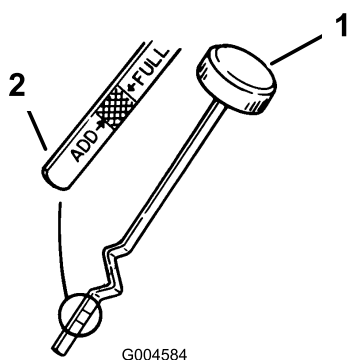

Figura 21
9. Svitare l'asta di livello dell'olio e pulitela (Figura 21).